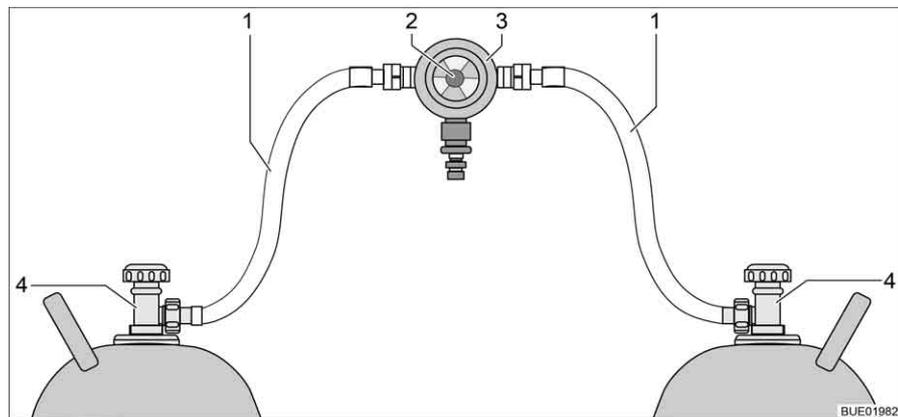
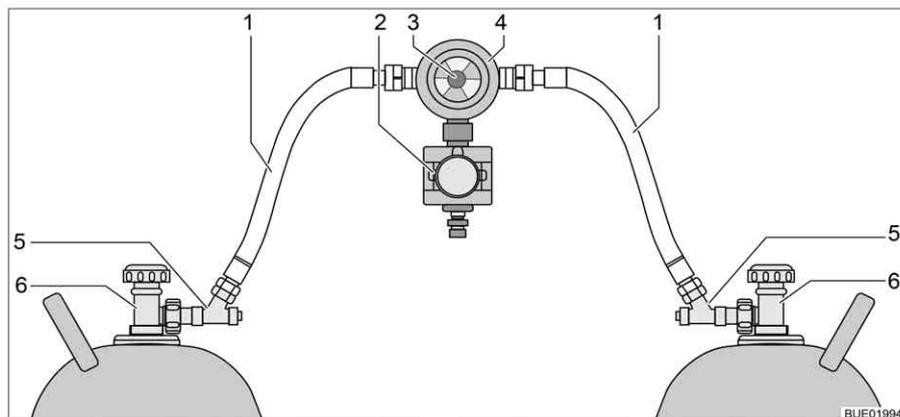

Fig. 158 Instalación de conmutación de bombonas de gas
Fig. 159 Instalación de conmutación de bombonas de gas con CPU
La instalación de conmutación de bombonas de gas consiste de un regulador de presión de gas combinado, con válvula selectora e indicador (Fig. 158,3). La instalación de conmutación de bombonas de gas está montada entre las dos gomas del gas (Fig. 158,1).
La instalación de conmutación de bombonas de gas consiste de un regulador de presión de gas combinado, con válvula selectora e indicador (Fig. 159,4) y una electroválvula (Fig. 159,2). En caso de una frenada a fondo, un accidente o una extrema posición inclinada, la electroválvula bloquea el suministro de gas al vehículo. La instalación de conmutación de bombonas de gas está montada entre las dos gomas del gas (Fig. 159,1) con dispositivos de seguridad en caso de rotura de manguera (Fig. 159,5).
Con el botón giratorio (Fig. 158,2 ó bien Fig. 159,3) en la instalación de conmutación de bombonas de gas se puede determinar cuál de las bombonas de gas se utilizará como bombona de servicio y cuál bombona de gas como bombona de reserva.
En la unidad de mando (Fig. 160) únicamente pueden conmutarse las funciones eléctricas. Las llaves de paso principales de las bombonas de gas (Fig. 158,4 ó bien Fig. 159,6) deben abrirse y cerrarse a mano.
- Abrir las llaves de paso principales en las bombonas de gas (Fig. 158,4 ó bien Fig. 159,6).
- Pulsar los dispositivos de seguridad en caso de rotura de manguera (Fig. 159,5), uno tras otro, por 10 segundos.
- Con el botón giratorio (Fig. 158,2 ó bien Fig. 159,3) en la instalación de conmutación, seleccionar la bombona de gas de la que habrá de tomarse el gas con prioridad (bombona de servicio). Girar el botón giratorio siempre hasta el tope.
- Cerrar las llaves de paso principales en las bombonas de gas (Fig. 158,4 ó Fig. 159,6).